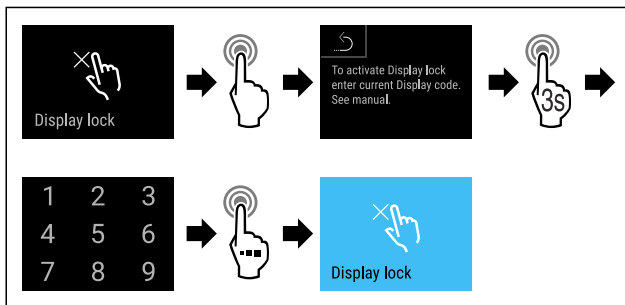

Fig. 79
- ▶ Obavite korake postupka (pogledajte Fig. 79).